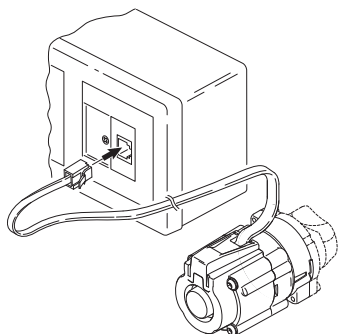

Fig. 23: Pumpenkabel am Modul Heatfixx aufstecken
- Das Pumpenkabel am Modul Heatfixx aufstecken (Fig. 23).
- Pumpenanschlusskabel in Heatfixx Modul einstecken (siehe Fig. 23).